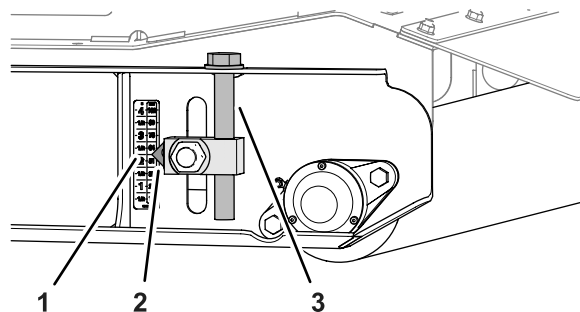

Figure 83
5. Sur le rouleau arrière, élevez les dispositifs de réglage de hauteur de coupe gauche et droit jusqu'au repère de 57 mm (2¼ po) sur l'autocollant (Figure 83).